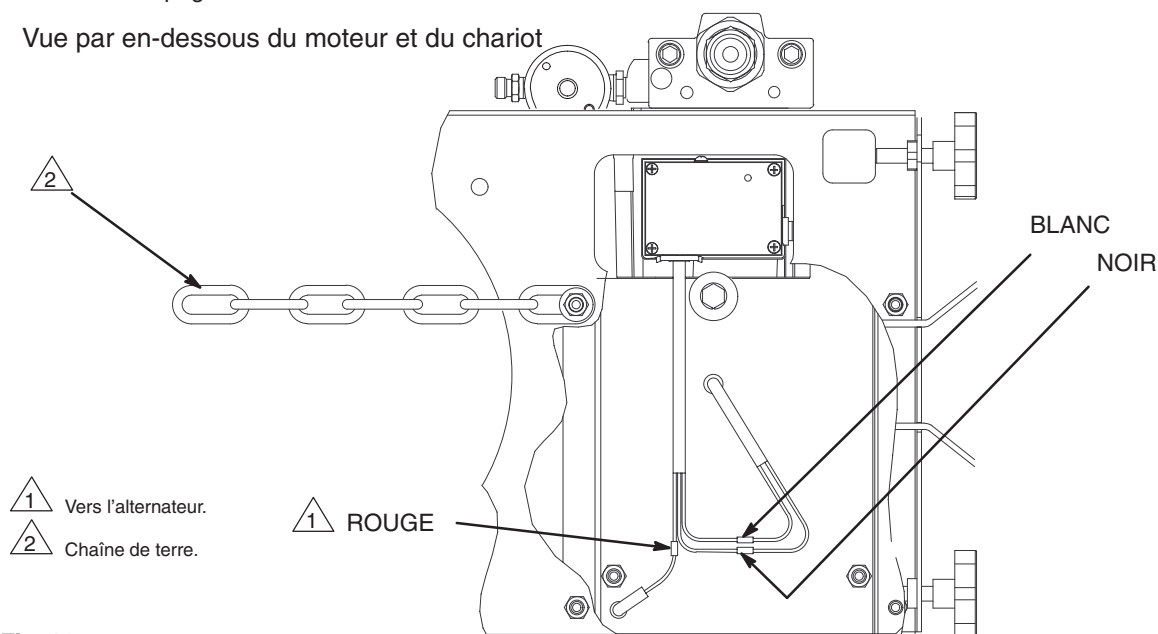

Fig. 19
5. Placer le **moteur (59)** et l'ensemble de transmission sur la plaque de base. Aligner les trous de montage. Introduire soigneusement le fil moteur et le faisceau de câbles (E) de l'inducteur dans les passe-fils (24) appropriés de la plaque de base (A). Introduire les vis à tête hexagonale (71) et leurs contre-écrous (46). Introduire la vis (20), la rondelle-frein (73) et la rondelle (21). Serrer les trois vis. Brancher le fil moteur sur le fil rouge (B) et brancher les fils noir et blanc comme indiqué sur le plan de détail de la figure 19. Mettre le moteur, l'ensemble de transmission et la plaque de base sur le chariot. Remettre les quatre vis de la plaque de base (x), leurs rondelles (Y) et écrous (Z).